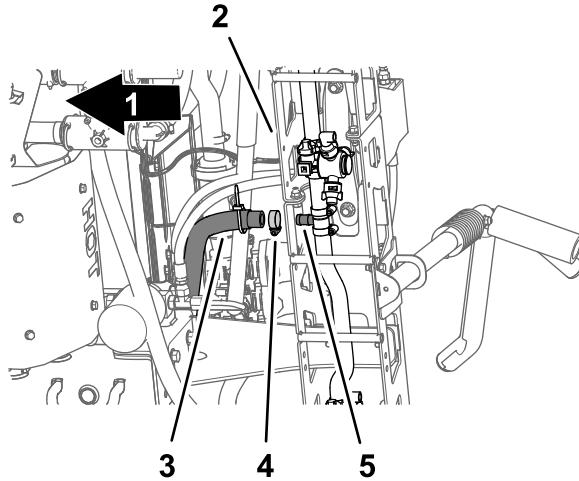

图36
- 在中间喷洒段下方取下将中间喷洒段的供水软管固定到宝塔 T 形接头的软管夹 图36。